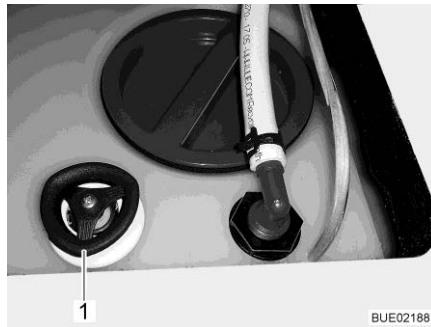

Bild 170 Wassertank mit Drehgriff
- Auf dem Wassertank den Drehgriff (Bild 170,1) entgegen dem Uhrzeigersinn über den Widerstand hinaus bis zum Anschlag drehen, um die Ablauföffnung vollständig zu öffnen.